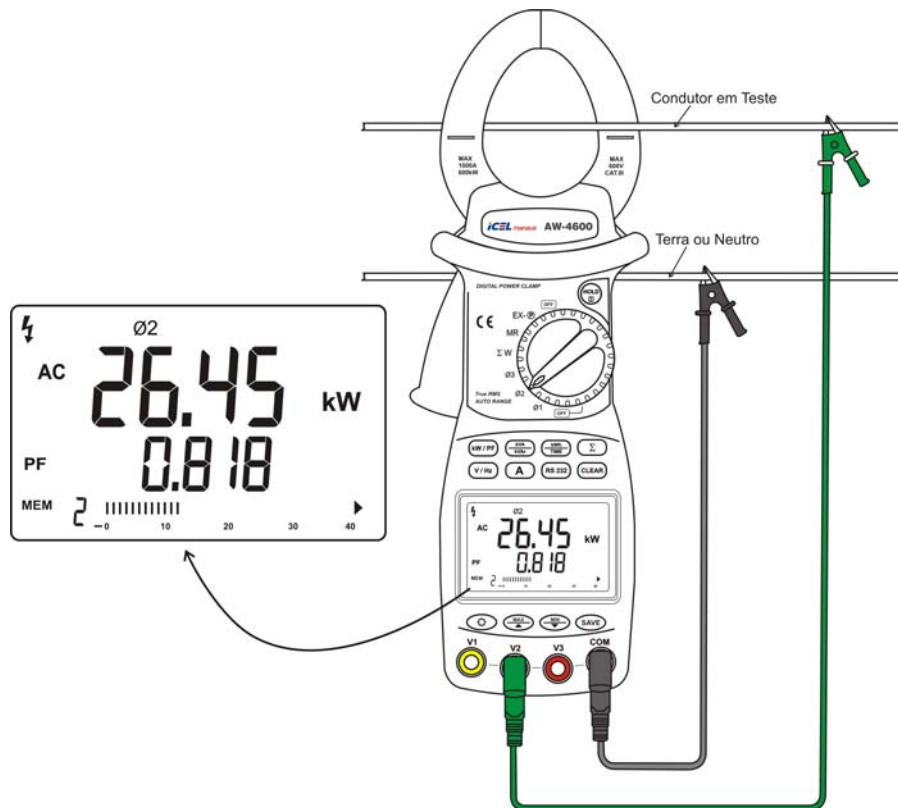

Figura 5.3.1
**Potência Ativa / Fator de Potência:** Pressione o botão **(kW / PF)** e a Potência Ativa será mostrada no display principal e o Fator de Potência no display auxiliar como na **figura 5.3.1** da página anterior (se o Fator de Potência tiver sinal negativo significa que a carga é capacitiva).